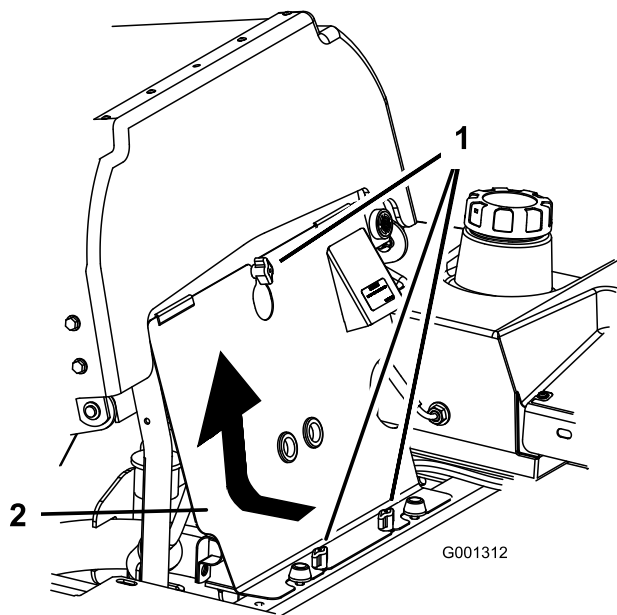

Figure 63
1. Basculez le siège en avant et déposez le panneau avant du moteur (Figure 63).